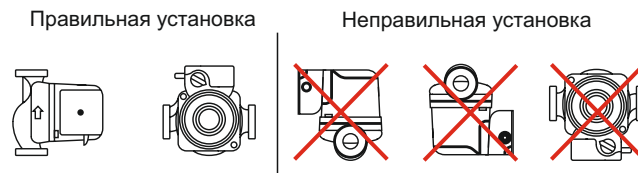

Рис. 3. Установка насоса.
3. Насос должен быть установлен с валом в горизонтальном положении (рис. 3).